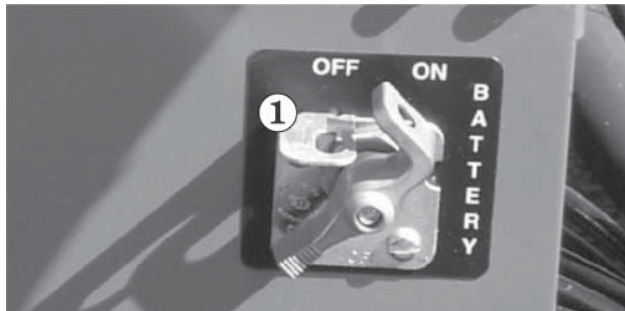

Abb. 9.7
1. Schalten Sie den **Batterieschalter ①** aus (siehe Abb. 9.7).